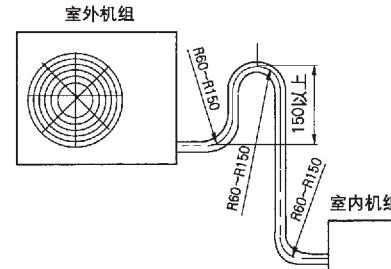

图 7
- 注: (1) 本机组允许连接管最大长度为15米。机组所配连接管长度为5米, 若要加长, 推荐每加长1米连接管追加制冷剂40克。
(2) 室内、外机高度差必须小于5米。
(3) 当室外机比室内机高时, 必须将铜管弯制“回油弯”如图7。
(4) 请将带波纹一端的连接管安装在室内侧。